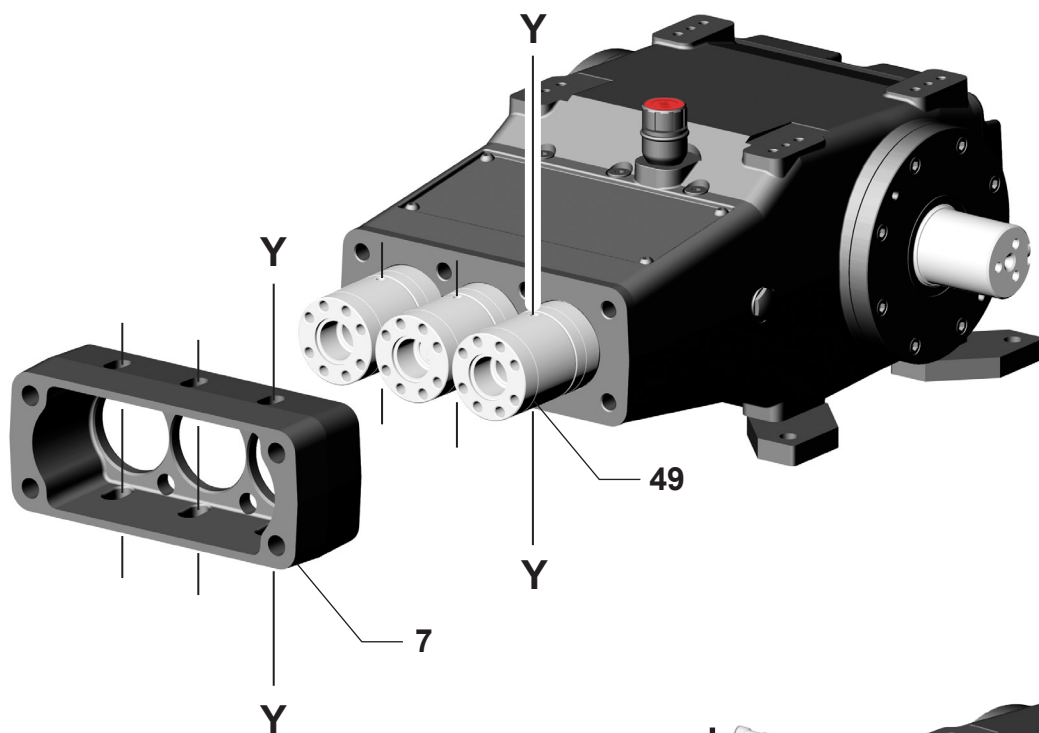
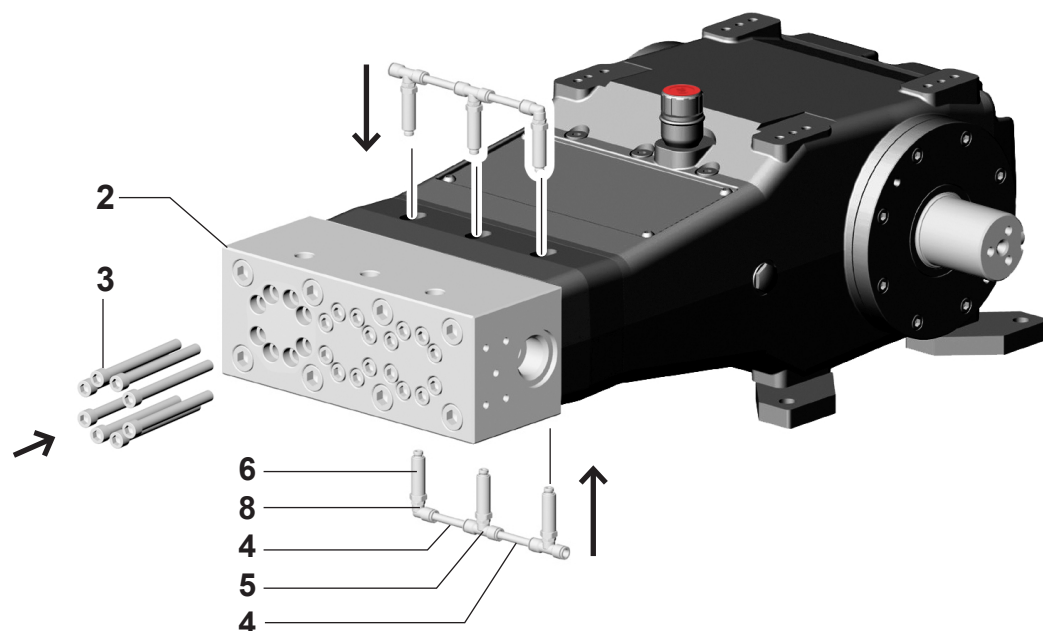

Fig. 27
Fig. 28
IMPORTANTE Antes de voltar a montar a cabeça (pos. 2 - Fig. 28), tornar vertical o eixo Y dos orifícios presentes na camisas dianteiras (pos. 49 - Fig. 27).